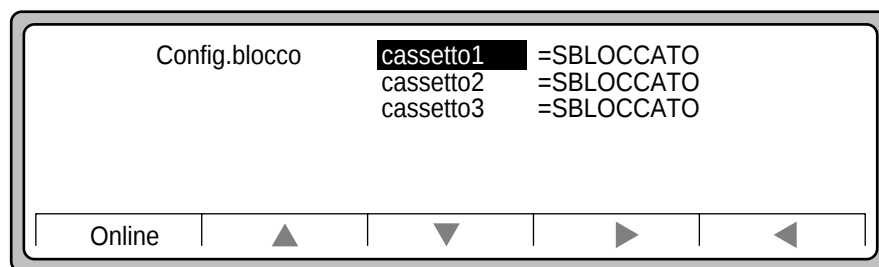

Figura 3-28 Config.blocco
6. Premere ▲ o ▼ per passare al cassetto da bloccare (Figura 3-28).